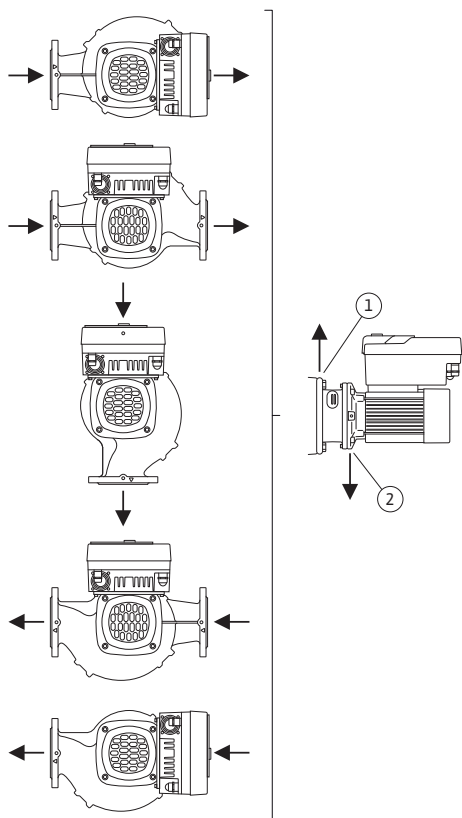

Fig. 21: Допустимые монтажные положения с горизонтальным валом
- При горизонтальном положении вала электродвигателя отверстие для отвода конденсата должно быть направлено вниз (Fig. 21, поз. 2). При необходимости электродвигатель следует повернуть.